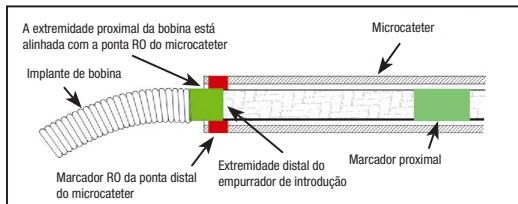

Figura 4 — Posição das faixas de marcação para separação
- Avance a bobina para o local pretendido até que o marcador radiopaco no empurrador de introdução esteja alinhado ou ligeiramente distal do marcador RO da ponta distal do microcateter, posicionando a zona de separação imediatamente fora da ponta do cateter. Veja a Figura 4.